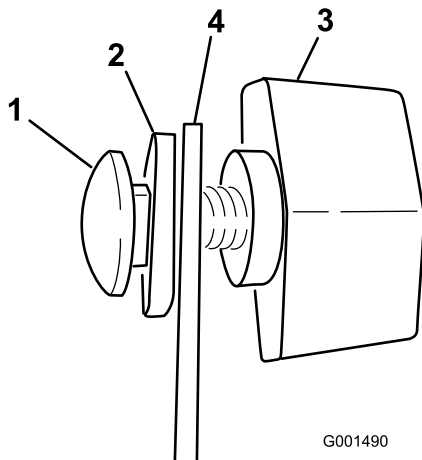

Figure 6
- Posez les 2 vis de carrossier, les rondelles en caoutchouc et les boutons sans les serrer sur le support, comme illustré aux Figures Figure 5 et Figure 6.